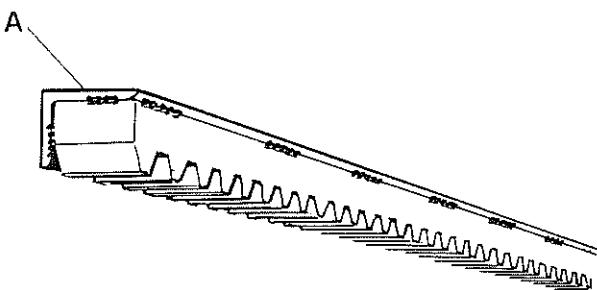

fig. 15
- Saldare la cremagliera ad un angolare A (fig. 15) che serve da spessore ed evita inconvenienti derivanti da possibili curvature del cancello.
- Souder la crémaillère à une cornière A (fig. 15) qui sert d'épaisseur et évire les inconvénients dérivés d'éventuelles cambrures du portail.
- Soldar la cremallera en un angulo A (fig. 15) que sirve de espesor y evita inconvenientes que derivan por eventuales curvaturas del portón.
- Die Zahnstange an ein Winkelprofil A (abb. 15) schweißen, das als Paßscheibe dient und Störungen verhindert, die auf eventuellen Verbiegungen des Gittertors beruhen.